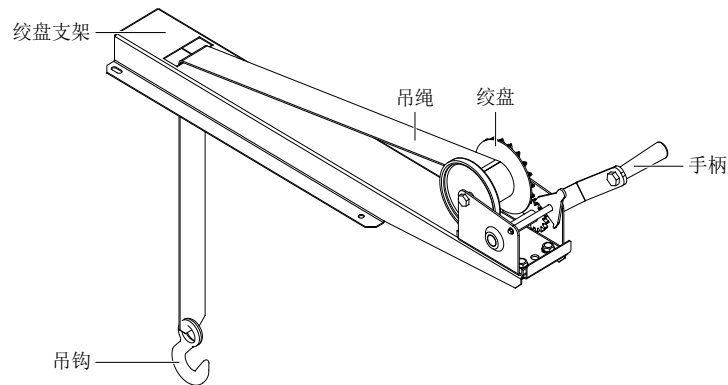
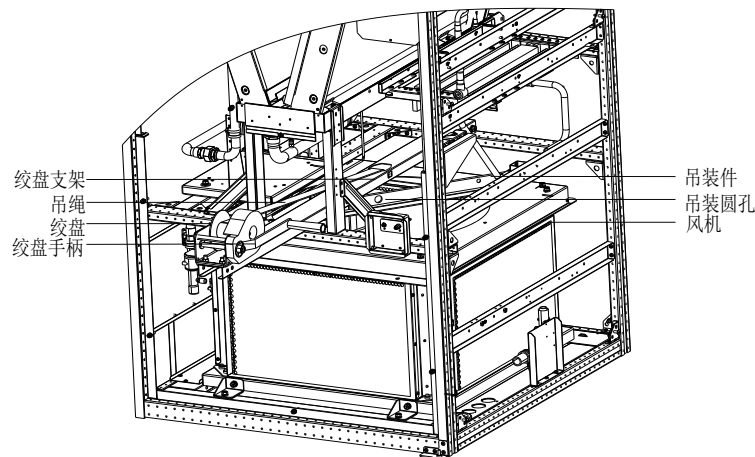

图3-14 风机升降组件 (绞盘方式)
图3-15 安装绞盘支架
下出风机组在调试前必须将所有 EC 风机下沉。下出风机组出厂时已配备下沉工具。绞盘方式下沉工具如图 3-14 所示。主要部件包括绞盘、绞盘支架、吊钩、吊绳和手柄，以及图 3-15 中的 L 型吊装件。
- 1、安装风机升降组件：打开机组维修盖板后，首先检查 L 型吊装件的固定螺栓 (见图 3-15，共 2 处) 确认其固定良好，然后安装绞盘支架的固定螺栓 (共 4 处)，如图 3-15 所示；
- 2、转动手柄并将绞盘吊钩钩在 L 型吊装件的中间圆孔（见图 3-15）上，调节手柄直至吊绳绷紧，然后保持手柄不动；
- 7、拆除 L 型吊装件的固定螺栓（见图 3-15，共 2 处），取出 L 型吊装件；